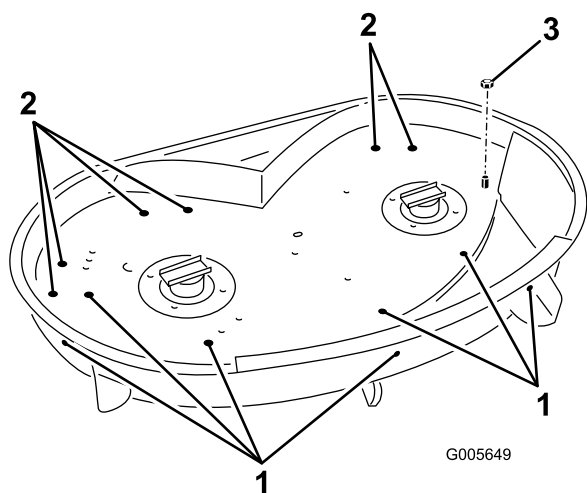

Figura 1
5. Individuate i fori illustrati nella Figura 1 e procedete come segue:
6. Rimuovete il dado di blocco (3/8") che fissa la barra di supporto dello scivolo di scarico all'apparato di taglio (Figura 1). Conservatelo per un utilizzo successivo.